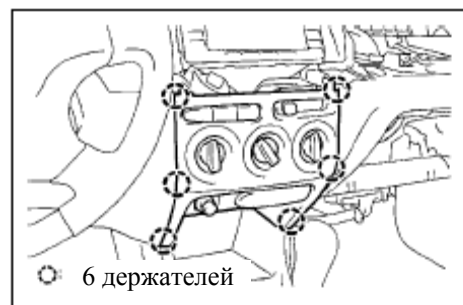

Рис. 535
10. Демонтируйте нижнюю часть панели инструментов, сняв 6 зажимов.(рис.535)